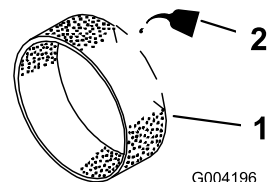

図 44
3. 乾いたらエンジン・オイルを 60 ccほど含ませる(図 44)。